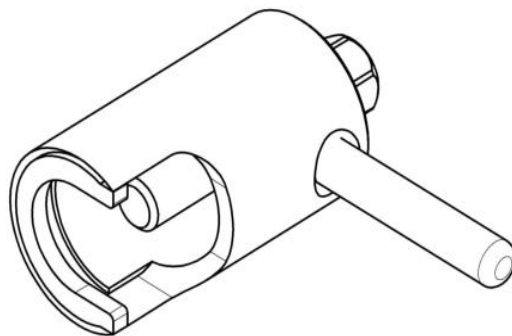

Рис. 17 Съемник крыльчатки.
- снять крыльчатку при помощи специального съемника (см. рис. 17);